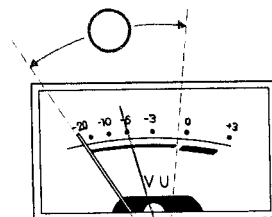
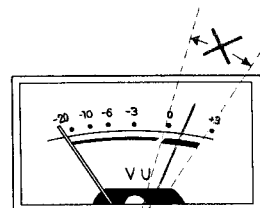

Abb. 4
Abb. 5
- 1) Stellen Sie den Funktionswähler ②⑤ auf "RADIO".
- 2) Stellen Sie den Wellenbereichsschalter ②⑦ auf FM Auto, FM, LW, MW oder SW; stellen Sie dann auf den gewünschten Sender ein.
- 3) Stellen Sie den Schalter ①⑥ (Monitor) auf "SOURCE", und regeln Sie die Lautstärke wie gewünscht mit dem Knopf ②②.
- 4) Drücken und verriegeln Sie den Pausenhebel ⑦.
- 5) Betätigen Sie gleichzeitig die Hebel ④ (Wiedergabe) und ② (Aufnahme); die Aufnahme beginnt. Die Aufnahme-Anzeige ① leuchtet auf.
- 6) Stellen Sie den richtigen Aufnahmepegel ein durch Drehen des Abstimmungsreglers ②⑩, bis die Nadeln der Abstimmungsanzeige ①⑩ bei sehr großer Lautstärke innerhalb des schwarzen Bereiches ausschlagen. (Abb. 4) Schlagen die Nadeln bis in den roten Bereich aus, ist der Aufnahmepegel zu hoch; der Ton ist dann verzerrt. (Abb. 5).